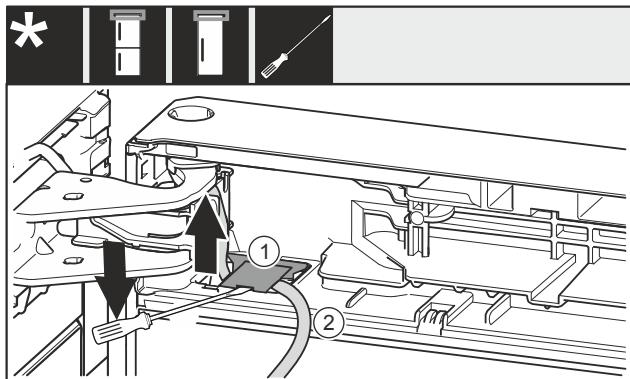

Fig. 24
- Plochým šroubovákem nadzvedněte kryt Fig. 24 (1) a zvedněte jej.
► Vytáhněte kabel Fig. 24 (2).